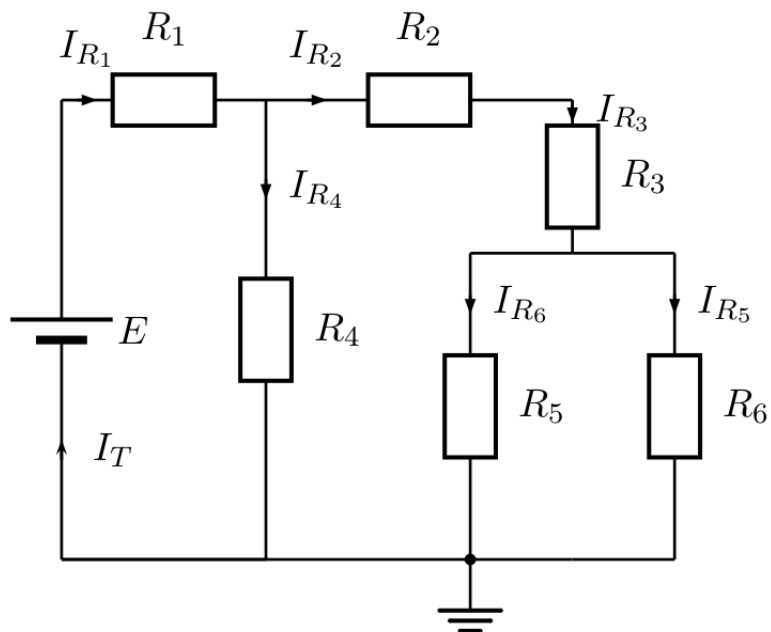

Figura 34: Circuito resistivo misto
- Monte o circuito apresentado na Figura 34 e preencha a Tabela 5;